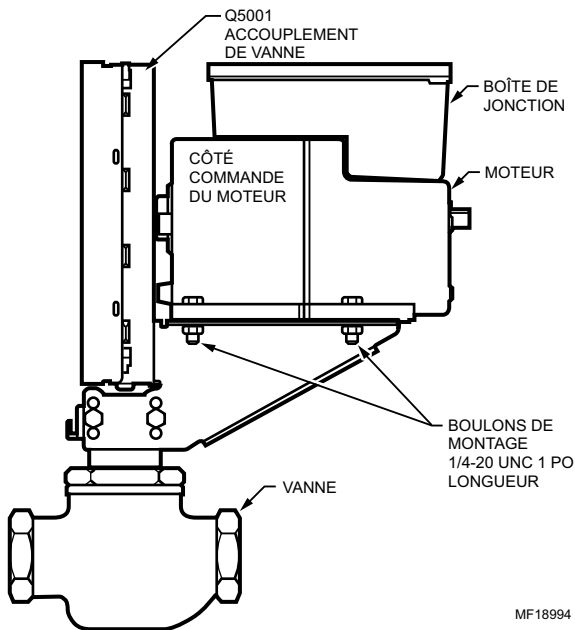

Fig. 4. Fixation du servomoteur à un accouplement de vanne Q5001.
3. Fixer le servomoteur au support avec les quatre boulons fournis. Voir la Fig. 4.
Le support d'adaptation 220738A doit être utilisé avec l'accouplement Q100 dans toutes les applications de vannes. Le support d'adaptation n'est pas nécessaire avec l'accouplement de vanne Q5001 (voir la Fig. 4).